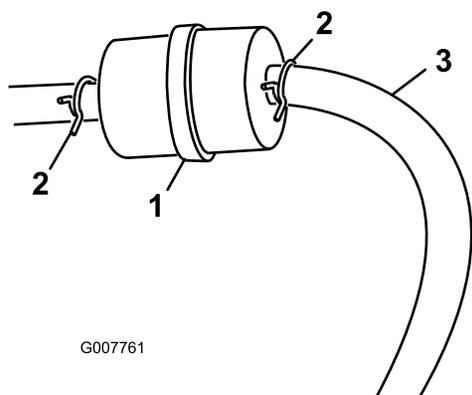

Рисунок 23
3. Сожмите концы шланговых хомутов и сдвиньте их с фильтра (Рисунок 23).
5. Установите новый фильтр и передвиньте шланговые хомуты ближе к фильтру (Рисунок 23).
3. Ослабьте шланговый хомут на топливном фильтре и отодвиньте его по топливному трубопроводу от фильтра (Рисунок 23).
4. Отсоедините топливный трубопровод от топливного фильтра (Рисунок 23).
Примечание: Дайте топливу слиться в канистру для топлива или сливной поддон (Рисунок 23).
5. Установите топливный трубопровод на топливный фильтр. Передвиньте шланговый хомут к топливному фильтру, чтобы закрепить топливный трубопровод (Рисунок 23).